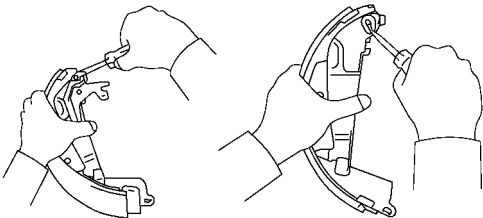

图 15-103 用螺钉旋具从制动蹄拆下自动调整杆
1) 使用螺钉旋具从前制动蹄拆下自动调整杆、停车制动器制动蹄拉杆，如图 15-103 所示。